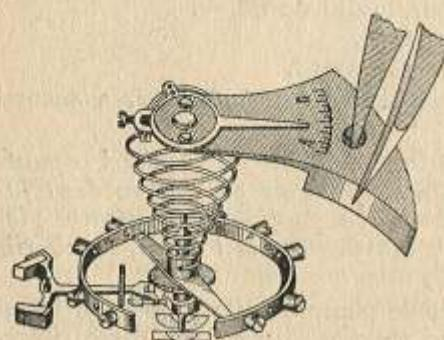

Fig. 134. Montarea balansierului cu puntea
15. Montarea la locul lui a balansierului împreună cu puntea (fig. 134). Puntea balansierului se apucă cu o pensetă și se ridică în sus. Spirala, întinsă în formă de pilnie, trage după ea balansierul. Indreptind puntea în poziția necesară, balansierul este lăsat în jos pe platină, observind ca elipsa să intre în scobitura furcii, iar fusul de jos al axului balansierului să pătrundă în gaura pietrei. Continuând menținerea punții balansierului cu penseta, spirala trebuie adusă sub obada roții centrale; după aceea puntea se fixează la locul ei.